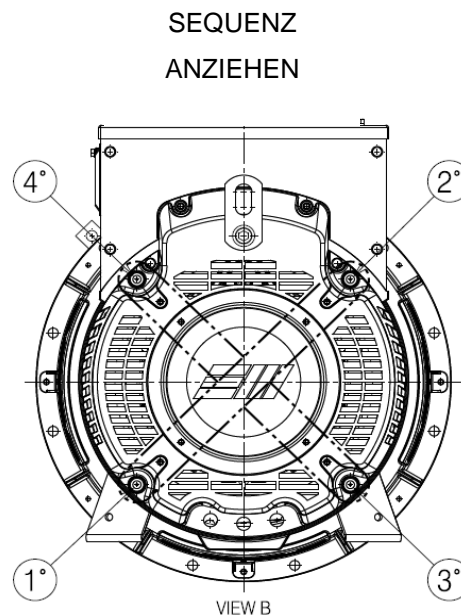

Abb. 13
7. Die Muttern über Kreuz anziehen (siehe Abb. 12 und Abb. 13 mit der Sequenz) und dabei das Anzugsdrehmoment nach und nach erhöhen.